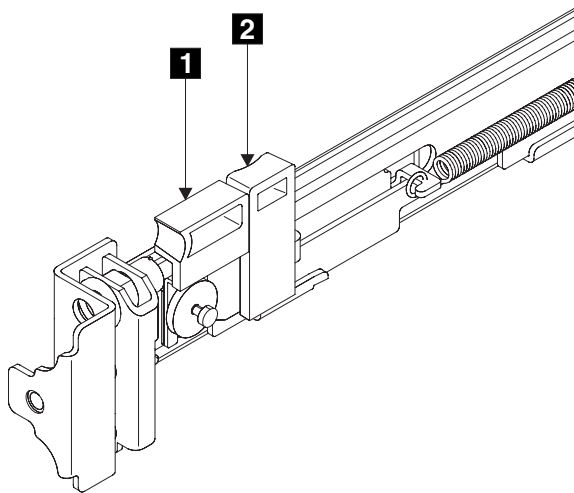

図 33. ラッチ・ロック・キャリアを引っ込める
2. ラッチ・レバー **1** (68 ページの図 33) の側面に人指し指を置き、親指をラッチ・ロック **2** に置きます。